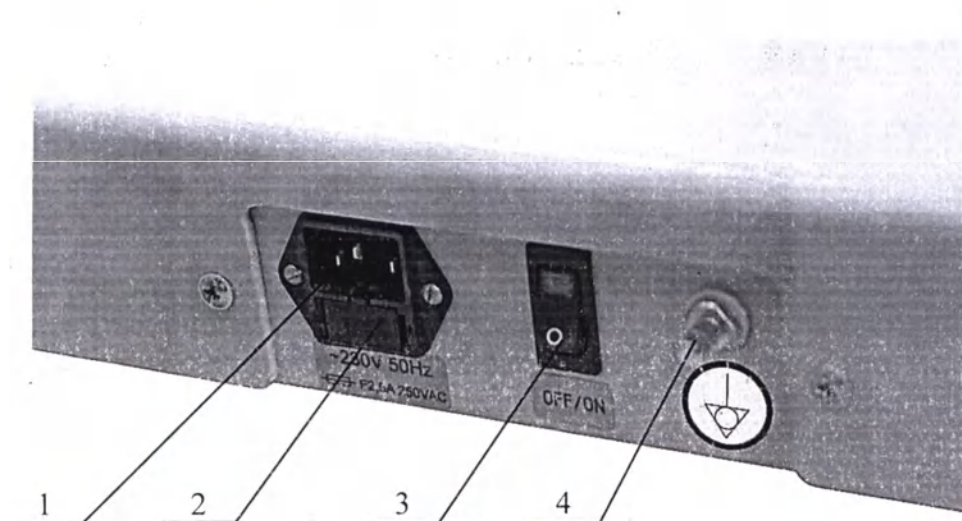

Рисунок 3. Панель питания.
9.10 После окончания работы отключите кресло от сети питания, выключив на панели питания выключатель 3 (Рисунок 3).